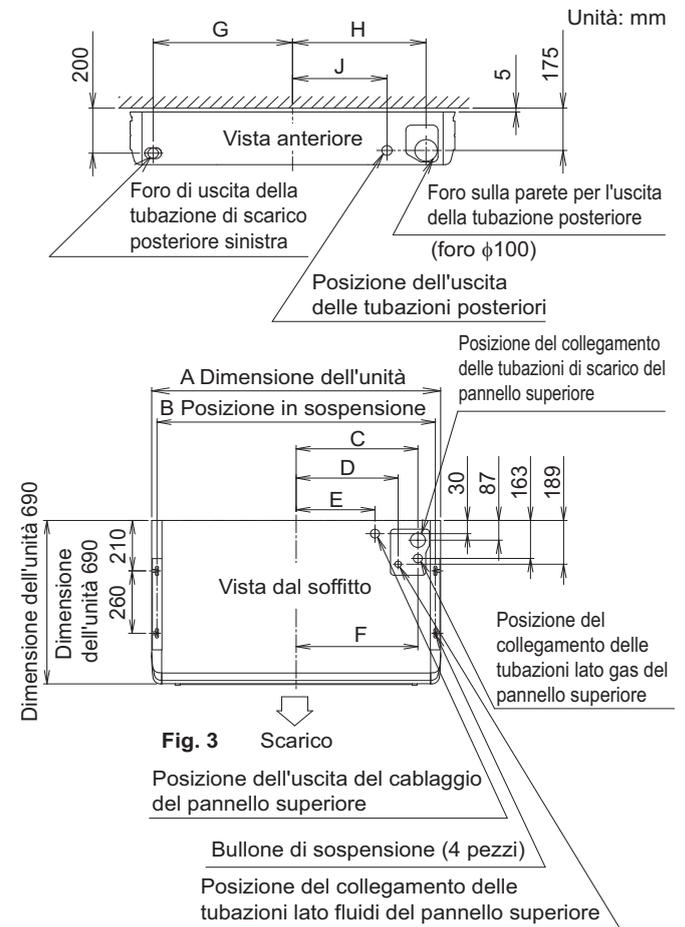

Fig. 3 Scarico
4. PREPARAZIONE PRIMA DELL'INSTALLAZIONE per le posizioni dei bulloni di sospensione dell'unità interna, dei fori dello sbocco delle tubazioni, del foro dello sbocco delle tubazioni di drenaggio e del foro di ingresso dei cavi elettrici. (Fare riferimento alla Fig. 3)